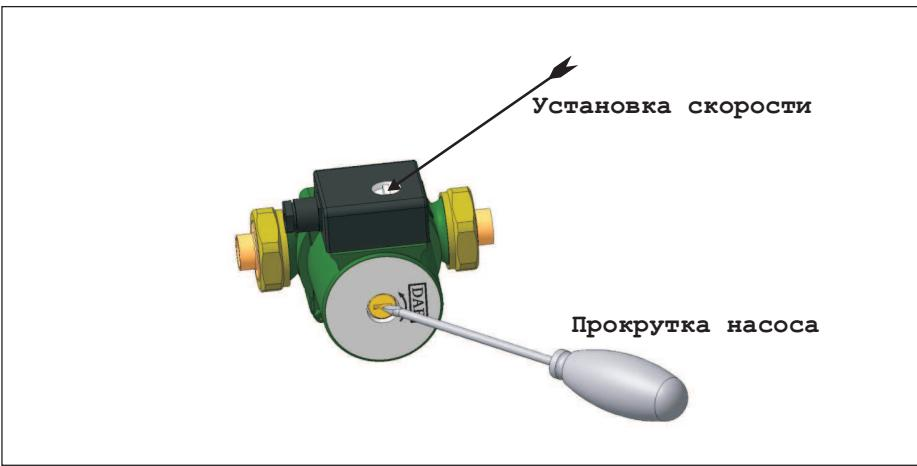

Рис. 6
1. Включить меньшую скорость (п.7.1.13, рис.6).
Повысить давление в системе (но не выше 0,3 МПа) или уменьшить скорость насоса (п.7.1.13, рис.6).
отвинтите защитный колпачок и поверните вал двигателя с помощью отвертки по стрелке (Рис.6). Установите защитный колпачок на место. Первый пуск насоса проведите на максимальной скорости. Работа может быть выполнена без привлечения специалиста сервисного центра.
7.1.13 В ходе эксплуатации системы подберите оптимальную скорость насоса. Переключение скорости (рис. 6) может быть произведено во время работы двигателя. При выборе меньшей скорости получается экономия электроэнергии и более низкий шумовой уровень.